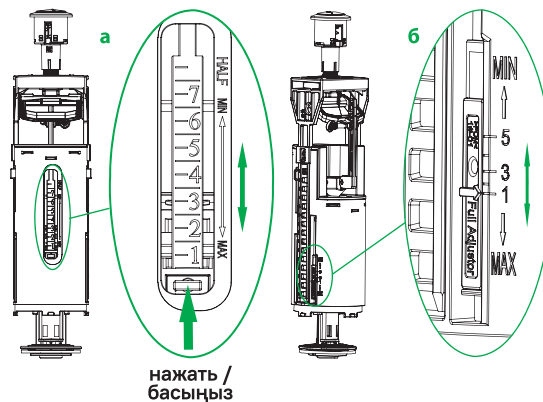

Рис. 14 / 14-сур.
1. Для изменения объема частичного (экономичного) слива используйте регулятор частичного слива (рис. 14а):